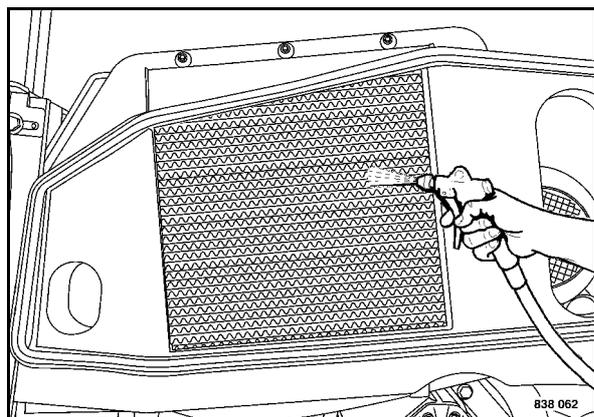

Fig. 172
- Soffiare l'intercooler (Fig. 172) con aria compressa.